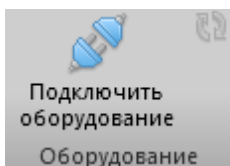

Рисунок 5
5. Нажать кнопку «Подключить оборудование» в окне программы (рис. 5).